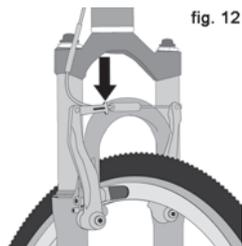

fig. 12
3. **Einige Fahrradbremse, wie Scheibenbremsen (Abb. 11) oder Seilzugbremsen (Abb. 12), sind extrem leistungsstark. Seien Sie sehr sorgfältig beim Vertraut werden mit diesen Bremsen und ihrer Verwendung.**
Die meisten Felgenbremsen haben einen schnell lösenden Mechanismus um die Bremsbacken von der Felge zu nehmen, wenn ein Rad abmontiert oder wieder installiert wird. Wenn sich der Bremsfreigabemechanismus in der OPEN Position befindet, sind die Bremsen funktionsunfähig. Fragen Sie Ihren Händler um sicherzugehen, dass Sie die Art und Weise, wie Ihr Schnelllösemechanismus funktioniert, verstehen (siehe Abb. 12, 13, 14 & 15) und vergewissern Sie sich jedes Mal bevor Sie Ihr Fahrrad in Betrieb nehmen, dass beide Bremsen richtig funktionieren.